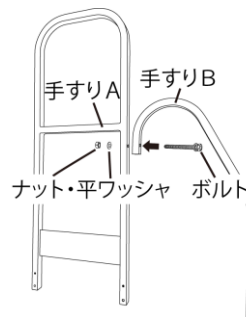

図2
- ①手すりAと手すりBの穴位置を合わせ、ボルト（平ワッシャ・Sワッシャ付）、平ワッシャ、ナットを使用して仮止めしてください（図2参考）。